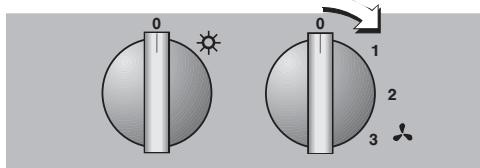

Fig. 12
- Sul display si accende il simbolo (Rallentamento) e il grado di aspirazione impostato (Fig. 12).